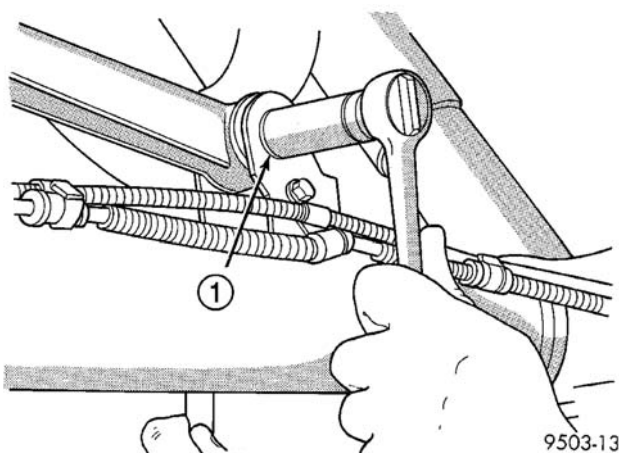

图 41 将推力杆固定到后桥（典型）
(1) 拆卸将推力杆固定到后桥上的螺母和螺栓（图41）。
(2) 将推力杆安装到后桥的固定支架上（图41）。安装推力杆螺栓，螺栓头要朝向车辆的后部。不要拧紧。
(3) 将车辆降至地面，直至整车重量由车轮支撑。紧固两个推力杆连接螺栓至 95 N·m (70 ft.lbs.) 的扭矩。